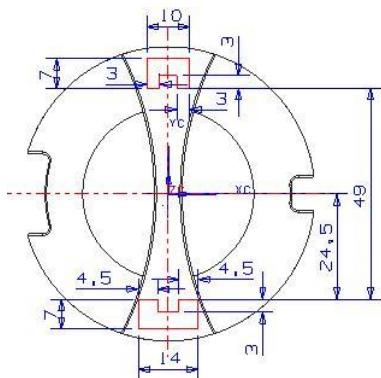

图5-94
21. 在【成形特征】工具条中单击【草图】按钮，弹出【基准平面】悬浮工具条。以默认平面作为草绘平面，然后单击【确定】按钮进入二维草图界面，绘制图 5-94 所示的草图轮廓。